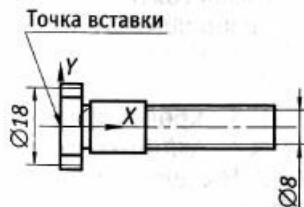

Рис. 3.3. Пуансон как файл-источник
13. Перейдите в окно, которое стало активным (окно с фрагментом-источником). Перестройте верхнюю и нижнюю части пуансона так, чтобы их диаметры были равны 18 мм (рис. 3.3) из конструктивных соображений и 8 мм (вместо 10 мм) для вырубки наружного диаметра шайбы (удобно использовать команду *Деформация сдвигом*).